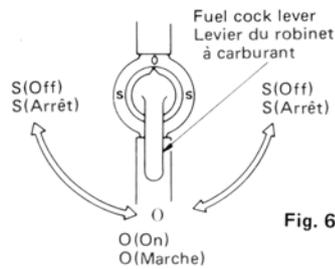

Fig. 6
- If the fuel cock lever be set to the "S" position at right angle with the fuel pipe, no fuel will flow. (Fig. 6)
- Le carburant n'est pas alimenté lorsque le levier du robinet est placé à la position "S", c'est-à-dire à angle droit par rapport au tuyau de carburant. (Fig. 6)